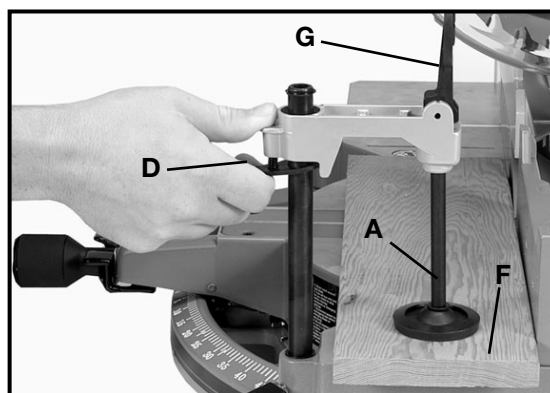
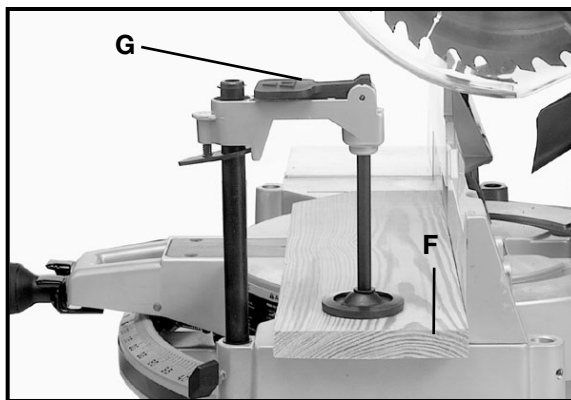

Fig. 21
Fig. 22
2. Pendant l'emploi, abaissez le serre-joint (A) fig. 21, en appuyant sur le levier de verrouillage (D) jusqu'à ce que le dessous du serre-joint (A) entre en contact légèrement avec le dessus de la pièce (F).
**IMPORTANT : Lors de l'abaissement du serre-joint, s'assurer que le levier à came (G) est en position relevée.**
3. Pour bien serrer la pièce (F) fig. 22 contre la table, abaissez le levier à came (G). Une fois la coupe terminée, relevez le levier (G) pour desserrer le serre-joint.